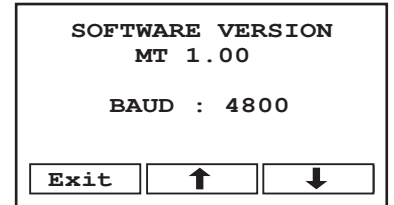

Abb. 40 - Einstellmenü für die Baud-Rate
2. Taste BAUD drücken, um die Werte für die Baud-Rate in die Anzeige zu rufen (Abb. 40)